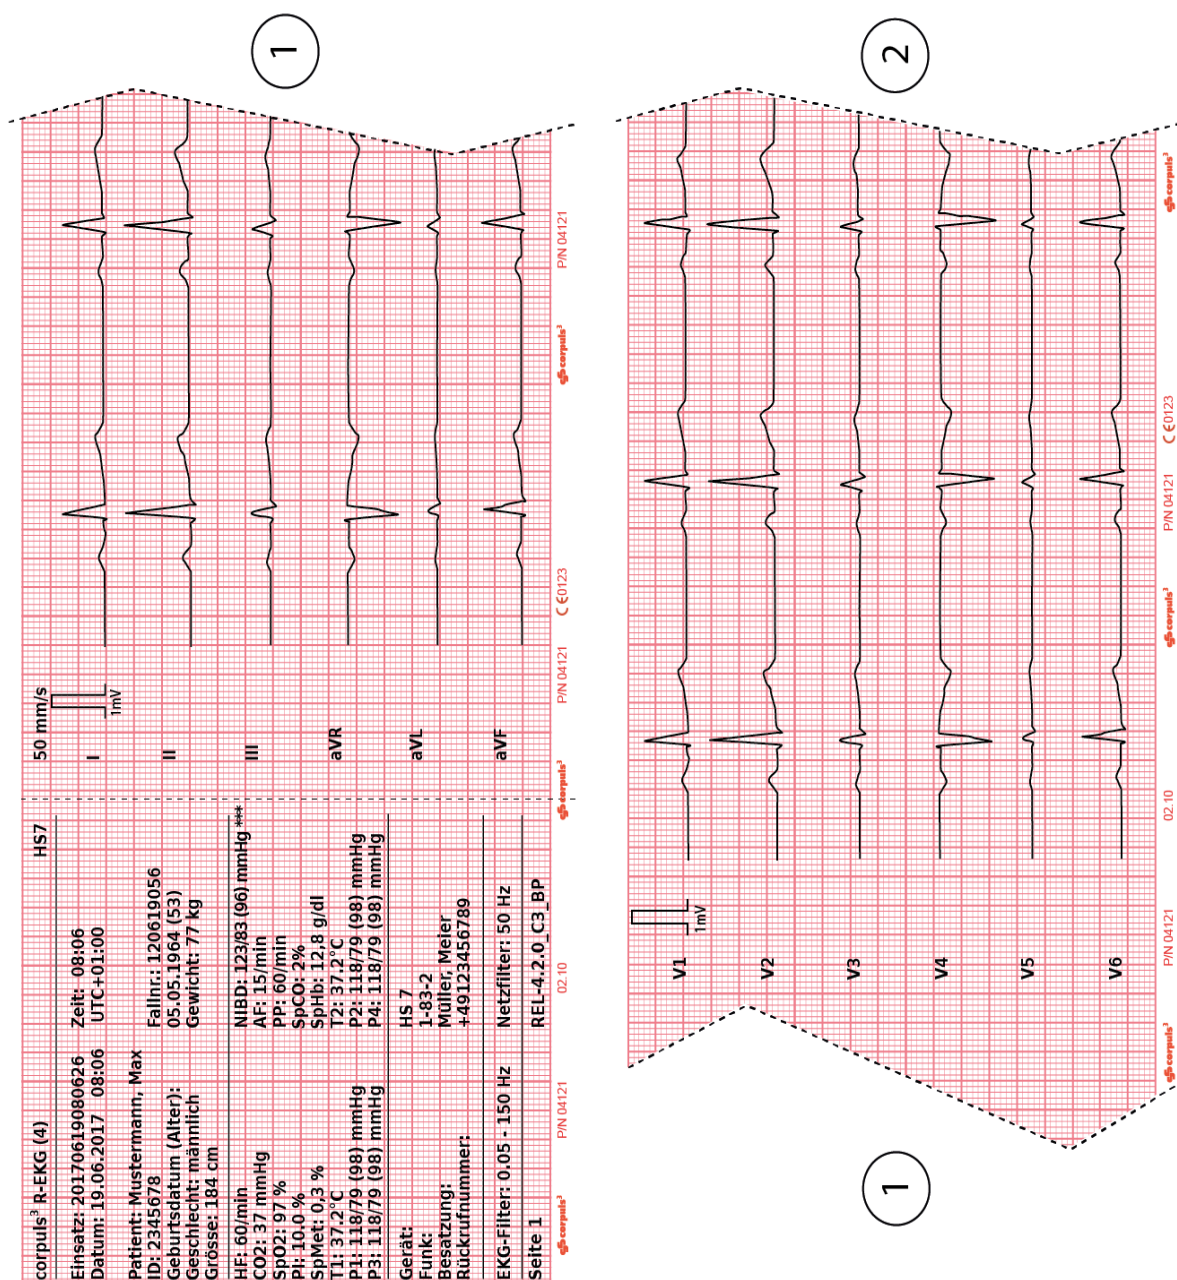

Bild 6-12 Ruhe-EKG-Ausdruck mit 12-Kanal-Ableitung (Abbildung kann abweichen)
9. Mit dem Softkey [Drucken] kann das Ruhe-EKG zur Diagnosestellung ausgedruckt werden (siehe Bild 6-12, Seite 118) und mit dem Softkey [Senden] z.B. an corpuls.mission LIVE versendet werden.